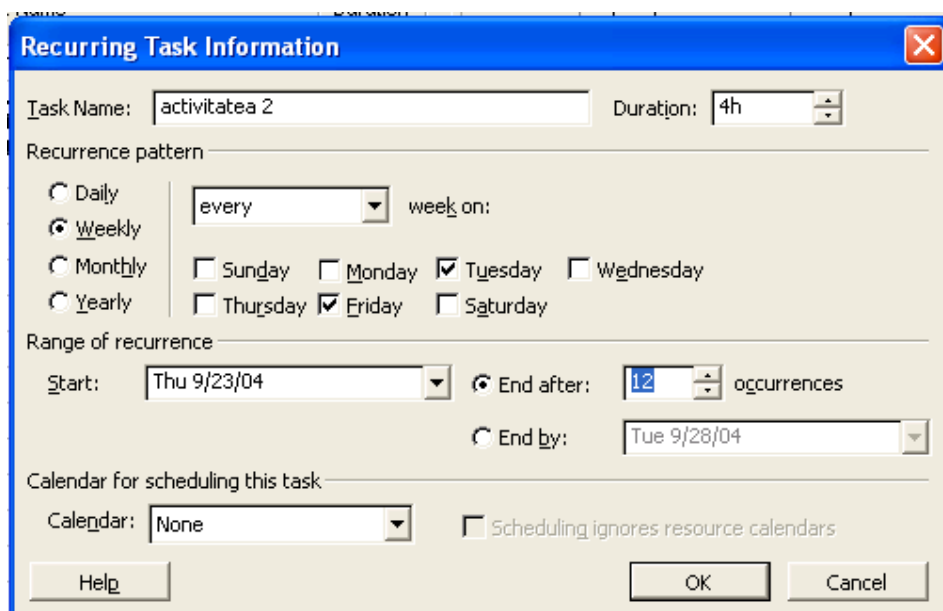

Fig.1.5 Caseta de dialog “Recurring Task Information”
3. Din meniul **Insert** se selectează **Recurring Task**, după care, MP va afișa caseta de dialog **Recurring Task Information** (Fig.1.5)